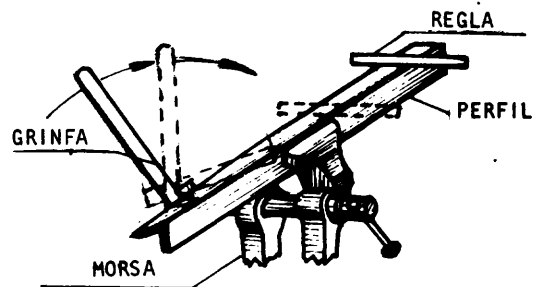

Fig. 4
1° paso - *Sujete el ángulo en la morsa lo más cerca posible de la deformación (fig.4).*
- b Enderece el perfil haciendo girar la grifa en sentido contrario a la torcedura. (fig. 4).